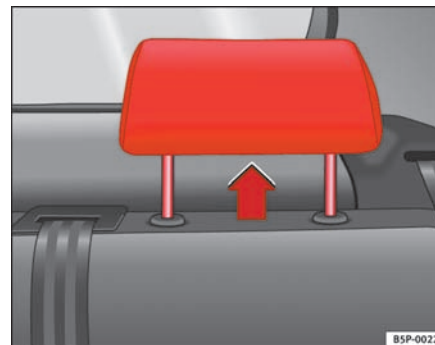

Fig. 5 Hovedstøtte i brugsposition
- Tre **brugspositioner** ⇒ fig. 5. I disse positioner fungerer hovedstøtten som en almindelig hovedstøtte, og sammen med sikkerhedsselen beskytter den bagsædepassagererne.